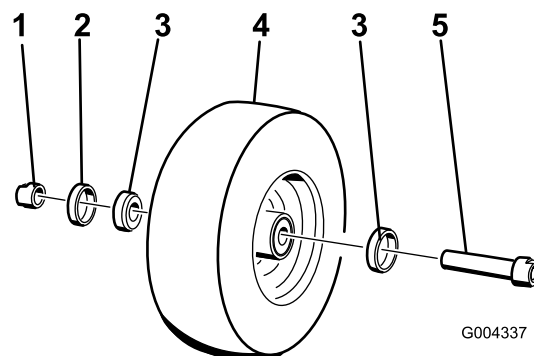

Figura 28
6. Retire **una** de las tuercas espaciadoras (con segmentos planos para llave inglesa) del eje (Figura 28).
7. Retire el eje **sin** retirar la otra tuerca espaciadora (Figura 28).
10. Introduzca el cojinete y una junta nueva en la rueda (Figura 28).
12. Instale el conjunto de tuerca y eje en la rueda, en el lado que lleva el cojinete y la junta nueva (Figura 28).
14. Instale el segundo cojinete y una junta nueva en la rueda (Figura 28).